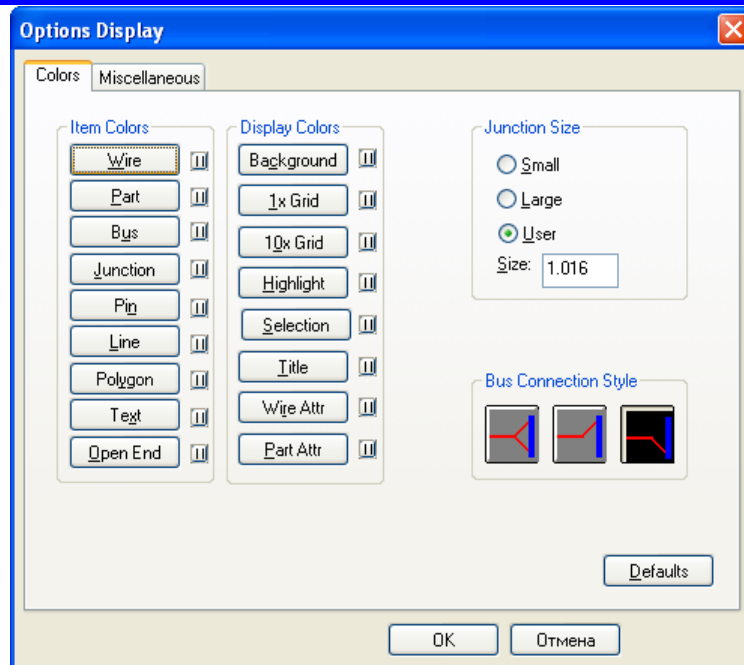
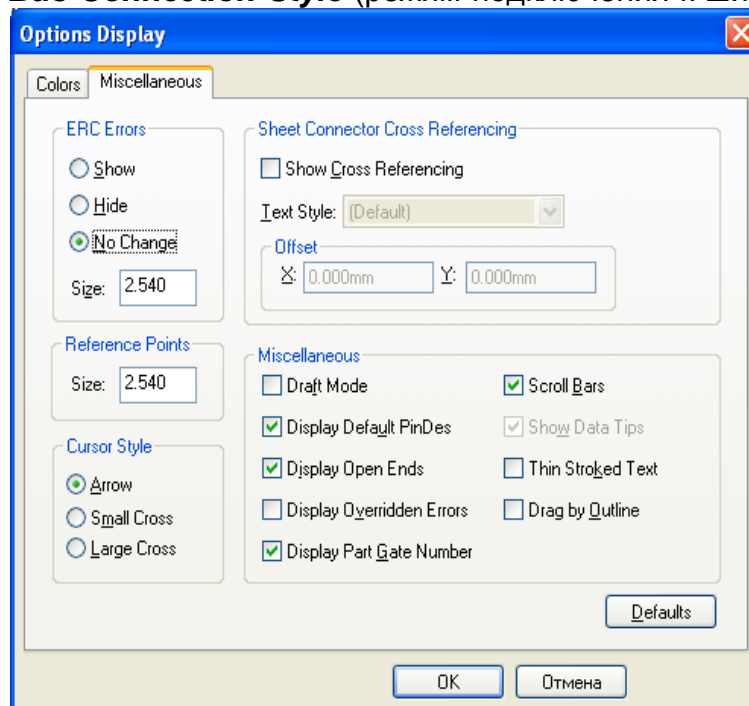

Рисунок 4.7 - Установка цветовой палитры рабочего поля
Рисунок 4.8 - Установка стилей отображения элементов схемы
- По команде основного меню **Options/Display** (Параметры/Отображение) на панели **Options Display** можно задать цвета и стили отображения различных объектов схемы. Окно этой команды содержит две закладки: **Colors** (Цвета) (*рис. 4.7*) и **Miscellaneous** (Разное) (*рис. 4.8*).
- На закладке **Miscellaneous** (Разное) в одноименной группе (см. рис. 4.8) устанавливаются стили изображения различных элементов: